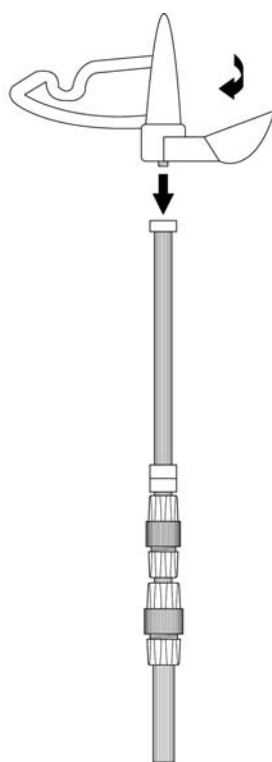

FIGURE 2
2. Placez l'Extrémité du Manche sur la partie supérieure de la Rallonge comme il est illustré (FIGURE 2) et tournez-la dans le sens des aiguilles d'une montre jusqu'à ce qu'elle soit en place de manière ferme et sure.